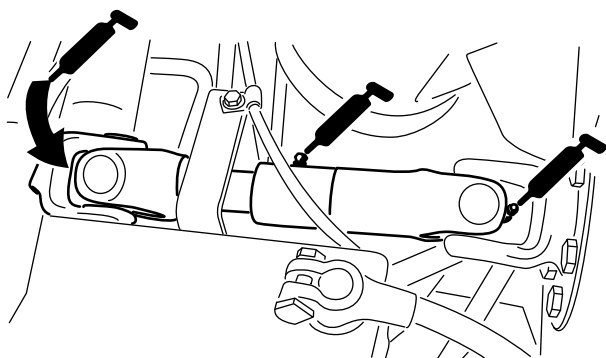

Рисунок 29
- Универсальный шарнир приводного вала насоса (3 шт.) (Рисунок 29)